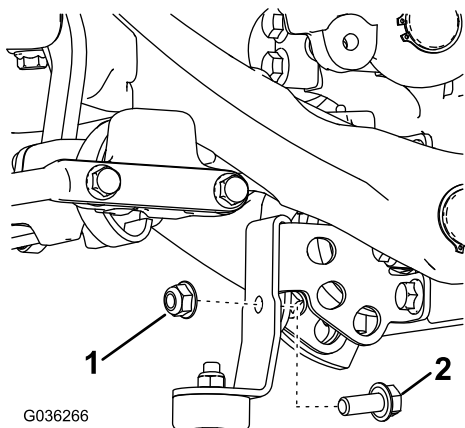

Рисунок 2
2. Наденьте крепление ограничителя на монтажный кронштейн компенсатора рычага подвески и закрепите его болтом (5/16") и фланцевой гайкой (Рисунок 2).